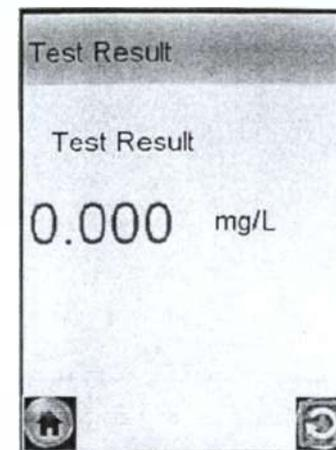

Рисунок 12 – Предьявление результата измерения
2.7.10 После того как проба воздуха отобрана и произведен анализ, на дисплее предьявляется результат измерения массовой концентрации паров этанола (алкоголя) в отобранной пробе выдыхаемого воздуха: числовое значение и обозначение единицы измерения «mg/L» (рисунок 12).